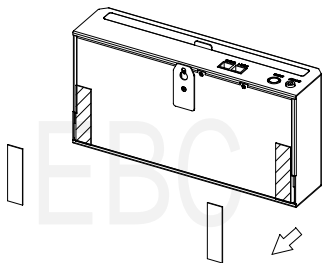

图 4.4 粘贴示意图
- 3) 撕掉消毒机背面的 3M 强力胶带离型纸，如图 4.4；